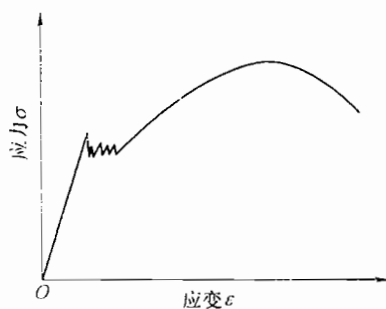

图 34-4 第六题第 1 小题解答图
1. 低碳钢退火试样的静拉伸曲线示意于图 34-4。曲线上最明显的特点是出现上下屈服点, 这可以用位错理论中的柯氏气团来解释。试样静拉伸时, 一些小尺寸的间隙原子, 如 C、H、O、N 等会聚集在位错线的下方, 形成柯氏气团, 对位错线起着钉扎作用, 故变形材料要在较高的应力下位错线才能脱钉而开始运动, 当位错线脱钉时应力会突然有所下降, 于是就出现了上屈服点。一旦位错线挣脱了柯氏气团的钉扎, 就会在较低的应力下继续运动, 于是就出现了下屈服点。